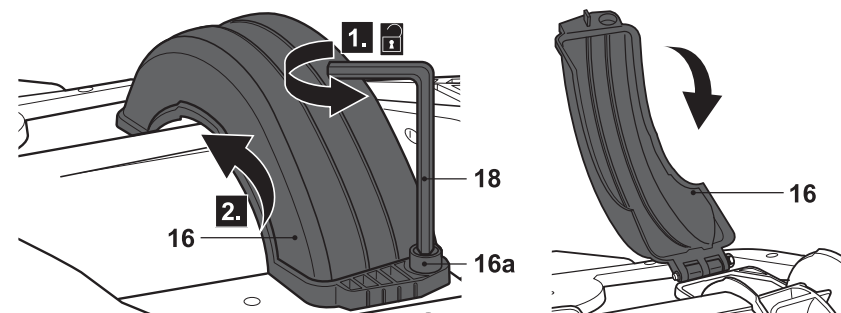

Fig. 18
- > Coloque o produto sobre uma superfície plana e retire o saco de recolha (10) na ordem inversa de montagem.
- > Verifique possíveis bloqueios no tubo telescópico (13). Cuidadosamente bata no mesmo para que o elemento bloqueador se solte.
- > Usando a chave hexagonal (18) liberte o parafuso (16a) e abra a tampa até que esta esteja completamente aberta (Fig. 18).